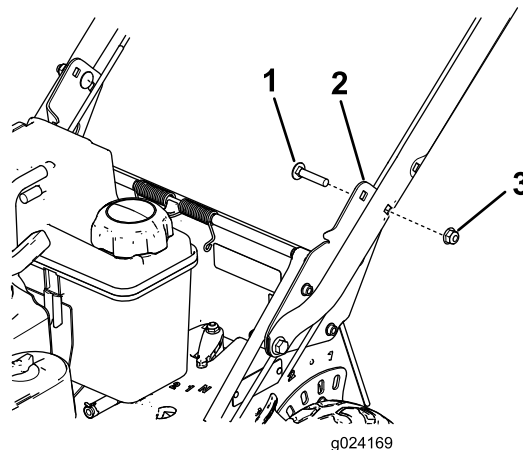

Figura 6
2. Soporte del manillar (2)
6. Sujete el manillar a los soportes del manillar en la posición de altura deseada con 2 pernos de cuello cuadrado (5/16" x 1½") y 2 tuercas con arandela prensada (5/16"), según se muestra en Figura 6.